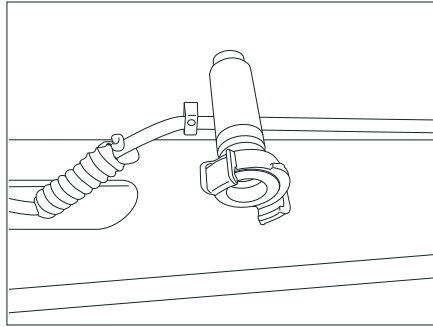

Bild 172 Frischwasseranschluss (Messingverrohrung)
- Frischwasser am Bajonettverschluss (Messingverrohrung, Bild 172) anschließen.
- Frischwasseranschluss (Messingverrohrung, Bild 172) entfernen.